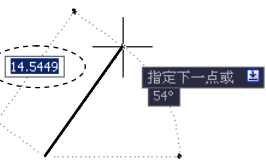

图 2.1.6 直线命令的动态数据输入方式
- 在 AutoCAD 2016 中，如果按下状态栏中的  按钮，则系统处于动态数据输入方式，此时在激活某个命令（如直线命令）时，用户可以动态输入坐标或长度值，直线命令的动态数据输入方式如图 2.1.6 所示。